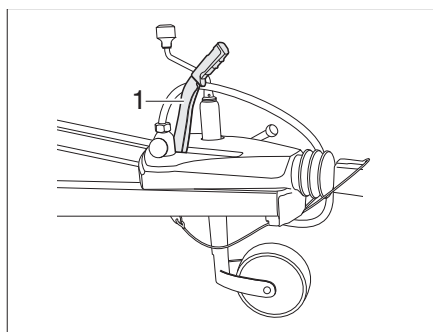

Fig. 14 Freno a mano
- Per rilasciare, tirare la leva del freno (Fig. 14,1) verso l'alto e poi abbassarla.